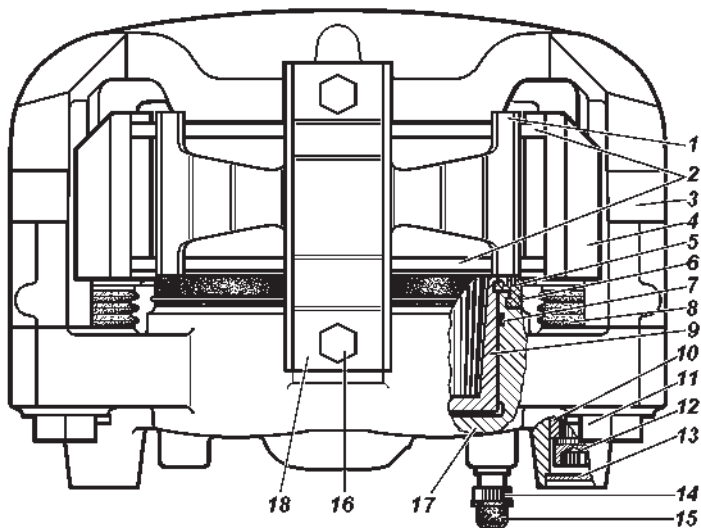

Рис. 9.30. Передние дисковые тормоза:
**Дисковый тормоз передних колес.** Для осмотра тормозных колодок 2 (рис. 9.30) установите автомобиль на горизонтальной площадке, затормозите стояночным тормозом и снимите колесо. Осмотр колодок проводите через окно в суппорте 4. Если фрикционные накладки изношены до толщины 1,5-2,0 мм, то замените колодки новыми. Замену производите на обоих передних колесах.